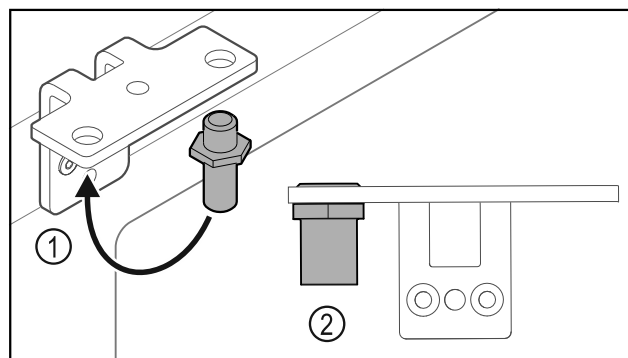

Fig. 32
- ▶ Spostare il perno Fig. 32 (1) nella cerniera angolare.
- ▶ Serrare il perno Fig. 32 (2) con una **coppia di 12 Nm**.